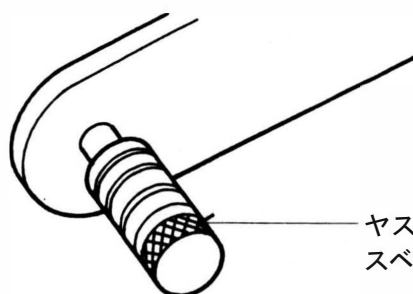

図2 シフトペダル先端の加工例
- ・レバーコンプ、ギヤシフト（0000A-89250-610）のシフトペダル先端の金属部分が、踏み方によっては滑る場合があります。（特に雨天時等）その場合、ペダル先端の金属部分にヤスリ等で加工を施してください。 - 図2